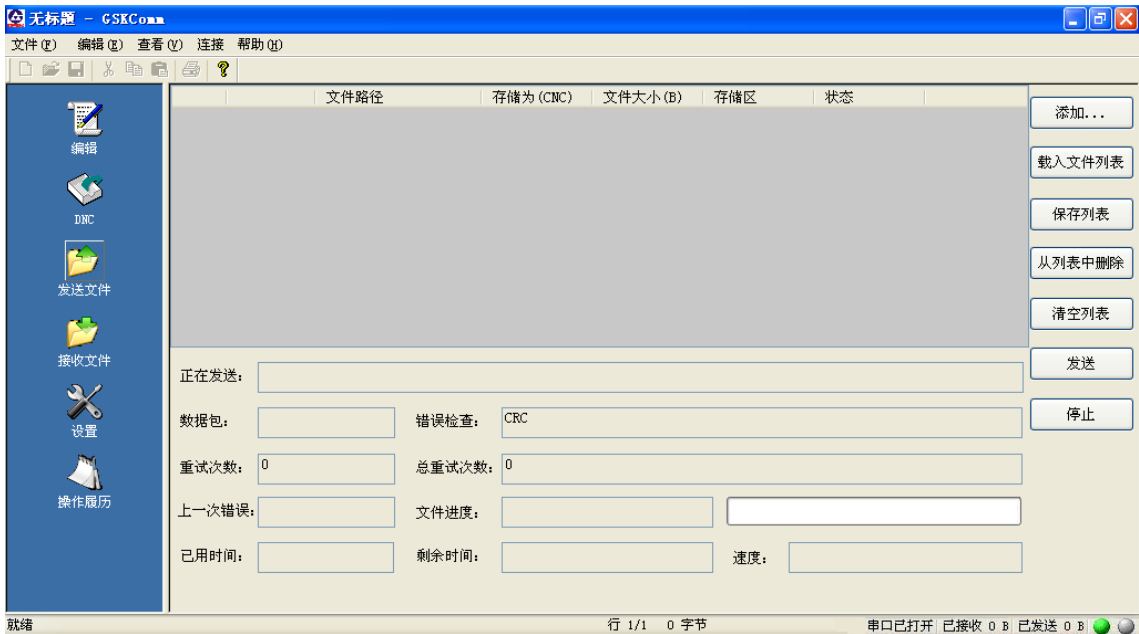

图 11-2-2-5
3、点击  按钮，把需要发送到 CNC 的文件都添加进来。如图 11-2-2-6。